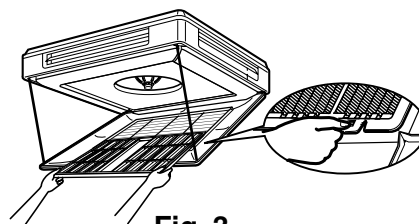

Fig. 3
- 2 Verrouiller le filtre à air en place en repoussant les boutons vers le bas. (Reportez-vous à la Fig. 3)